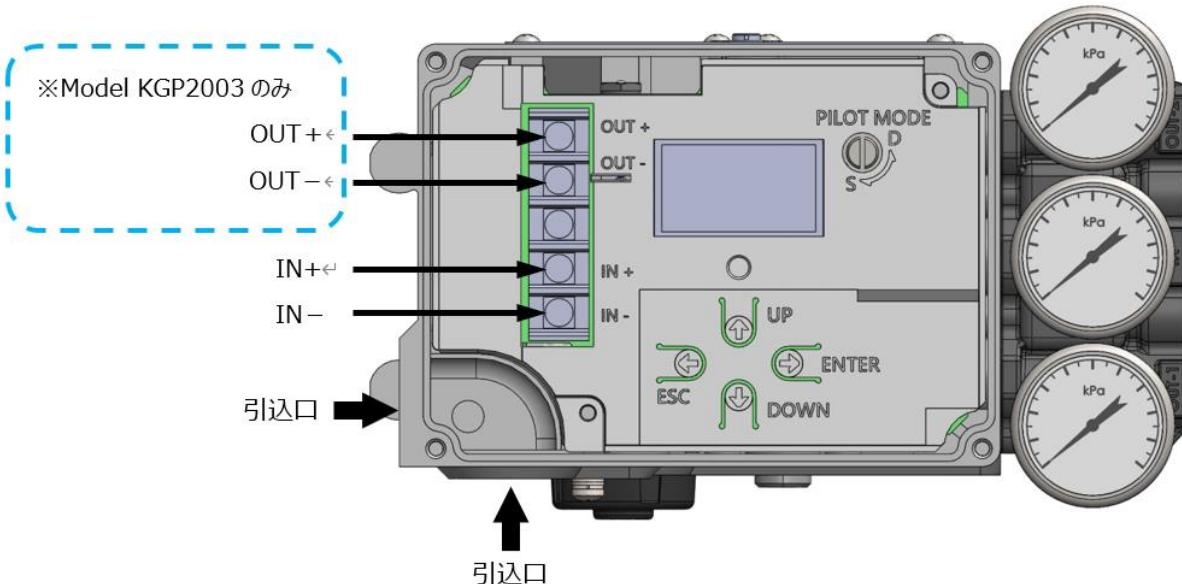

図 1.4a 引入口と接続端子部
5. 図 1.4a, b に示すように、本器の内部と外部に接続端子部があります。設置環境や適用する法令に従って配線を行ってください。